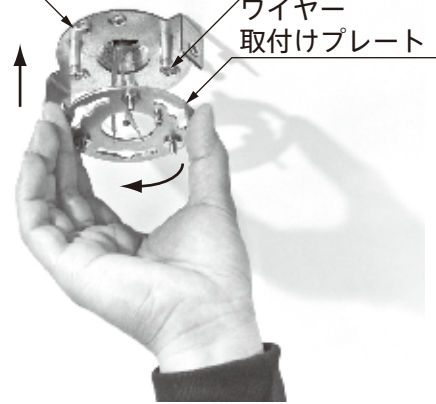

図3
3. ワイヤー取付けプレート固定ネジを締めてワイヤー取付けプレートを固定します。（図3）